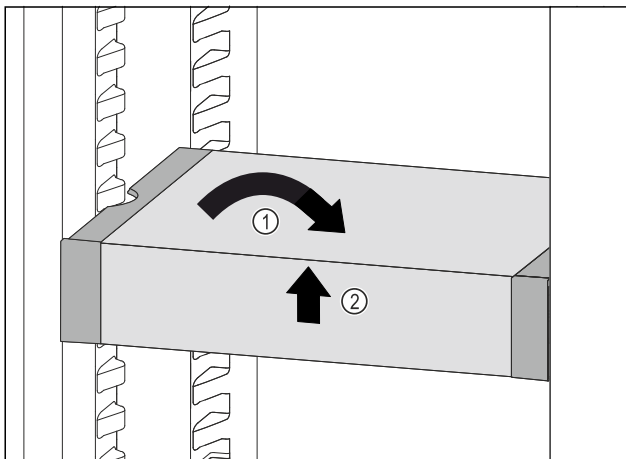

Fig. 130
- Ispravite VarioSafe. Fig. 130 (1)
- Podignite sprijeda VarioSafe. Fig. 130 (2)